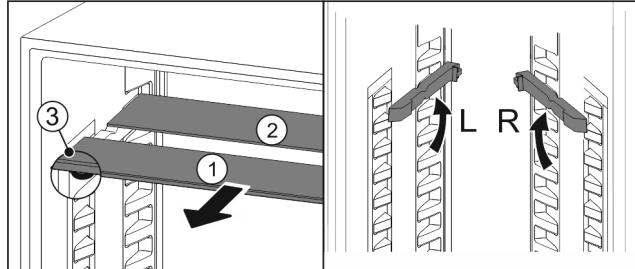

Fig. 87
- Издърпайте Fig. 87 (1) поотделно стъклените площи напред.
- Стъклената плоча Fig. 87 (1) с декоративната лайстна е отпред.
- Ограничителите Fig. 87 (3) сочат надолу.